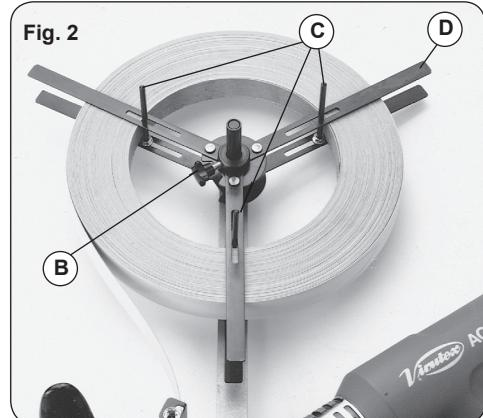

Fig. 2
- A) Aflojar el pomo B, (Fig. 2), y retirar la tapa del cargador D.